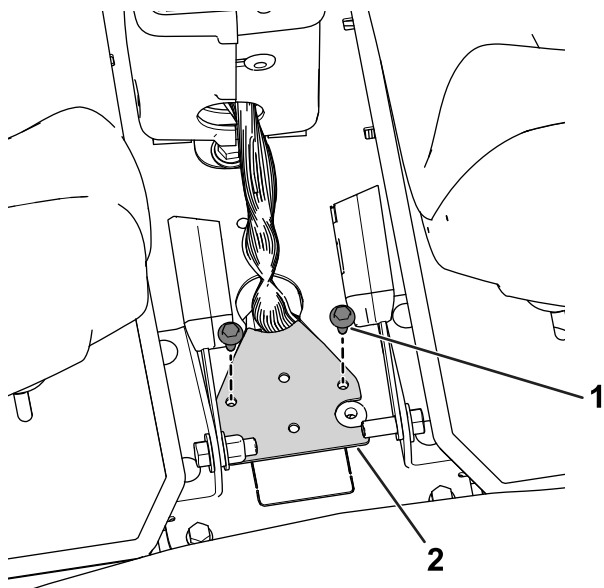

Figura 29
1. Rimuovete la base del cablaggio dalla consolle allentando e rimuovendo i bulloni dalla base del cablaggio (Figura 29).